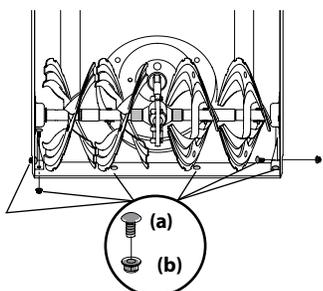

Figure 4-2
3. Retirez les boulons de carrosserie (a) et les écrous (b) qui fixent la lame de raclage au boîtier des tarières. Voir Figure 4-2.
4. Installez la lame de raclage neuve et vérifiez que la tête des boulons de carrosserie est placée à l'intérieur du boîtier. Serrez bien. Voir Figure 4-2.